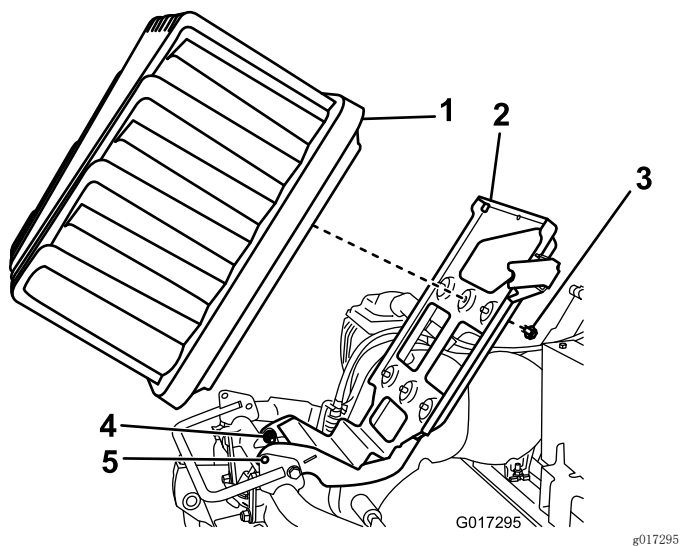

图11
5. 将 2 颗枢轴螺栓/螺母分别拧松半圈（图11）。
6. 向上提起电池平台，直至基座与机架中的锁定孔对齐（图11）。